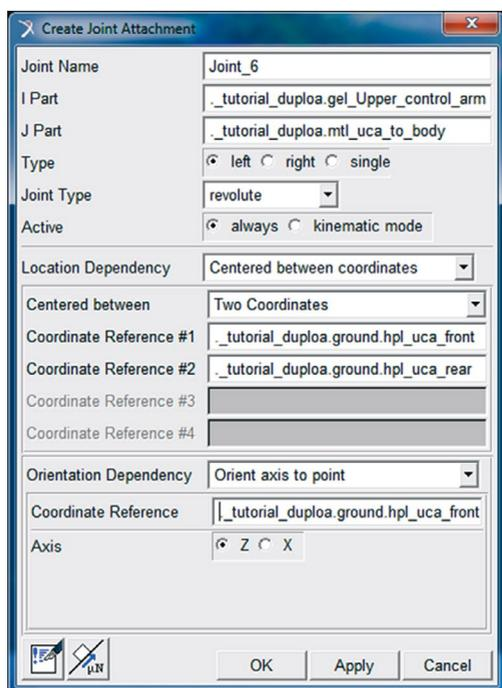
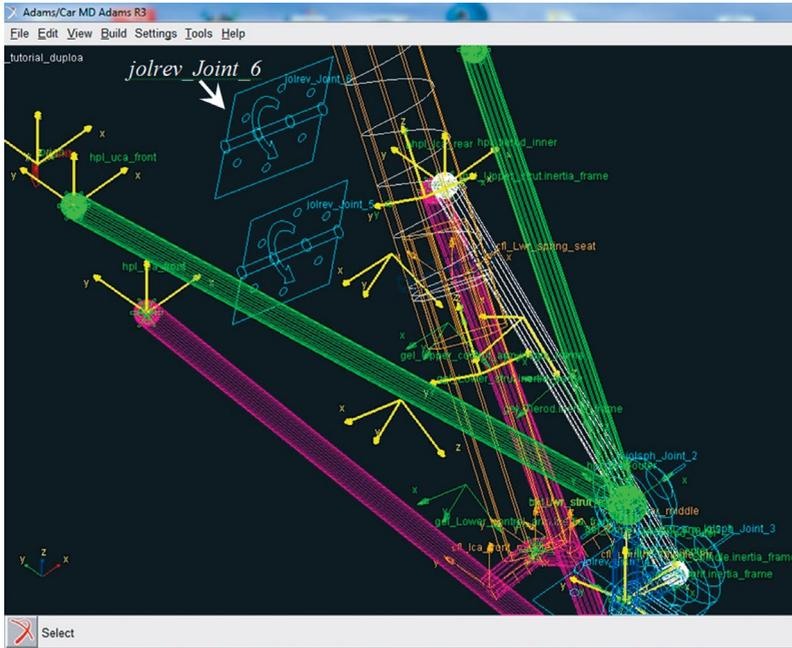

Figura 5.125 – Preenchimento de caixa de diálogo para criação da Junta 6.
Figura 5.126 – Tela ilustrativa da Junta 6 criada.
- Na janela *Create Joint Attachment*, preencha os campos, conforme mostrado na Figura 5.125. Note que essa junta é do tipo revoluta e é construída entre o *General Part* “*gel_Upper_control_arm*” e o *Mount* “*mtl_uca_to_body*”.
A Figura 5.126 destaca a junta criada, segundo a sugestão de preenchimento apresentada na Figura 5.125.